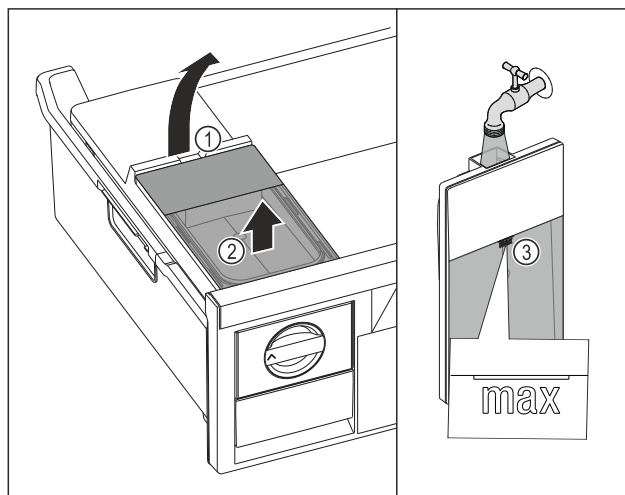

Fig. 110
- ▶ Zvedněte nádržku na vodu za vybraní Fig. 110 (1).
- ▶ Vyjměte nádržku na vodu nahoru. Fig. 110 (2)
- ▶ Naplňte nádržku na vodu pitnou vodou až po značku Fig. 110 (3).